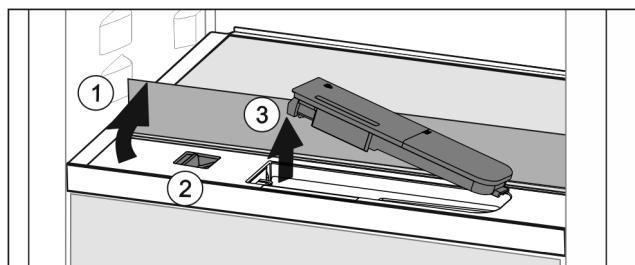

Fig. 150
- Stekleno ploščo dvignite in jo sklopite nazaj do omejevalnika Fig. 150 (1).
- Drsnik Fig. 150 (2) potisnite v levo.
- Odstranite rezervoar za vodo Fig. 150 (3).